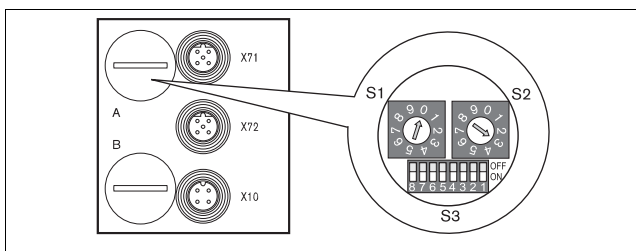

Fig. 8: Commutateur d'adresse S1, S2 et commutateur de mode S3 sur le coupleur de bus
Le débit en bauds est paramétré à l'aide du commutateur S3 (voir Fig. 8 , page 194). Il se trouve sous le vissage PG **A**.
Le paramétrage de l'adresse de station s'effectue à l'aide des deux commutateurs S1 et S2 (voir Fig. 8).
- ▶ A l'aide de S1 et S2 (voir Fig. 8), attribuer librement l'adresse de station de 1 à 99 :
Le commutateur de mode S3 pour le paramétrage des notifications de diagnostic se trouve sous le vissage PG **A** (voir Fig. 8 à la page 194).